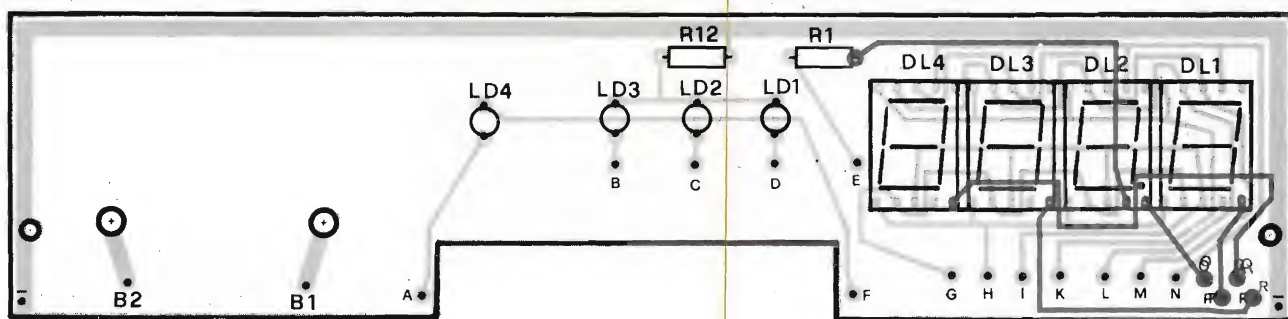
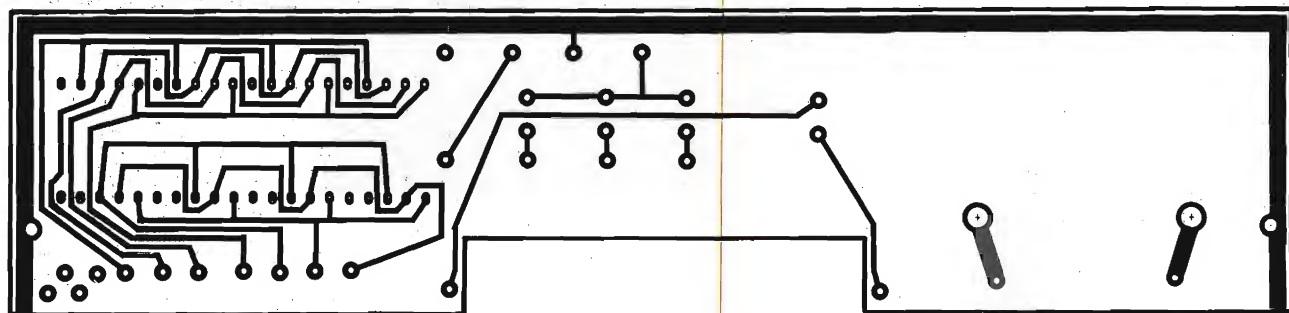

Fig. 4 - Disposizione dei componenti, sul pre-pannello, sul C.S., di figura 5 e 6.
Fig. 5 - Circuito stampato, del pre-pannello anteriore, visto dal lato rame.
Passiamo ora all'assemblaggio di tutti i componenti relativi al circuito d'ingresso (vedi schema elettrico, pubblicato nella prima parte, fig. 4). Cominciate col saldare i trimmer R1, R2, R3, R4, le resistenze R5, R6, R7, R8, R9, R10, R11, R13, R14, R15, i condensatori C1, C2, il diodo Zener Z1, facendo molta attenzione alla sua polarità, il Transistore TR1, rispettandone la di-
**N.B.** - I punti indicati nello schema elettrico di fig.5 e cioè: D, B, F, E, C, A, OV, non figurano sul circuito stampato in quanto già collegati.
L'ultima fase è rappresentata dal montaggio del pannello anteriore, per questo fate riferimento, alla fig. 4, dove viene illustrato il disegno serigrafico, relativo ai componenti, mentre in fig. 5 e 6, vengono illustrati rispettivamente, il disegno del circuito stampato in scala 1:1, visto dal lato rame e il disegno della pista superiore, vista dal lato componenti. Iniziate col saldare i Display DL1, DL2, DL3, DL4, i diodi Ld1,